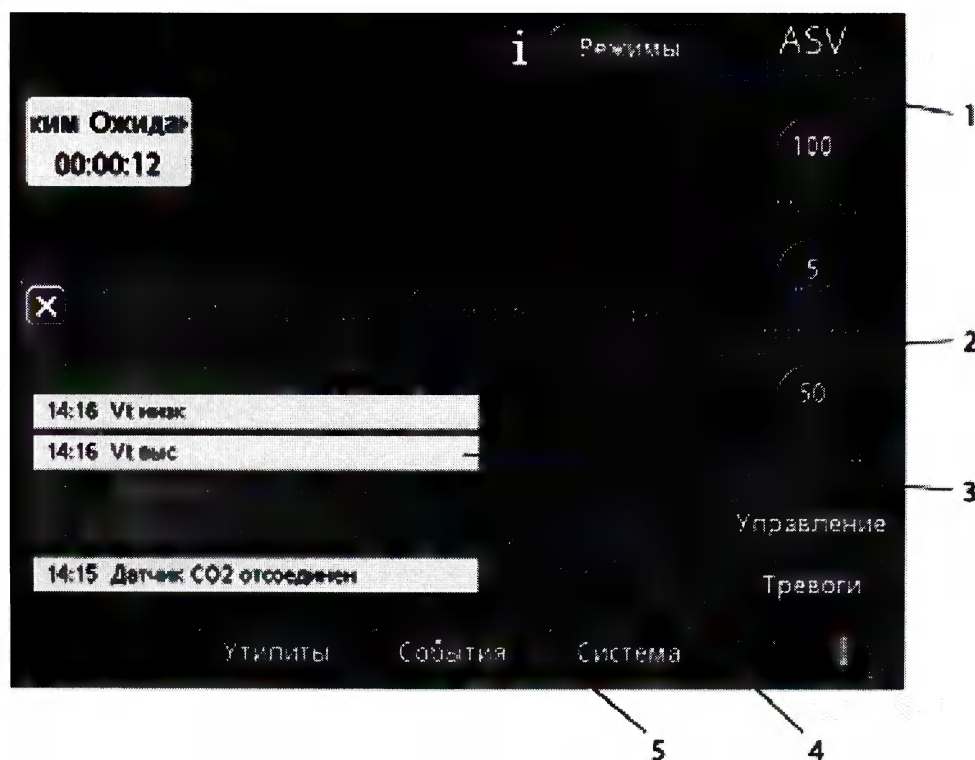

Рисунок 7-5. Буфер тревог с неактивными тревогами
- Если на текущий момент активных тревог нет, в буфере отображаются самые последние неактивные (рис. 7-5). Активные тревоги отображаются в полях с прямыми углами.
Откройте окно «Тревоги» -> «Буфер» на вкладке «Буфер», нажав строку сообщений в верхнем левом углу или индикатор неактивной тревоги (рис. 7-5). Тревога, сработавшая последней, отображается в верху списка. Чтобы очистить сообщения для всех неактивных тревог, нажмите кнопку «Сброс». Закрытие буфера не удаляет его содержимое.